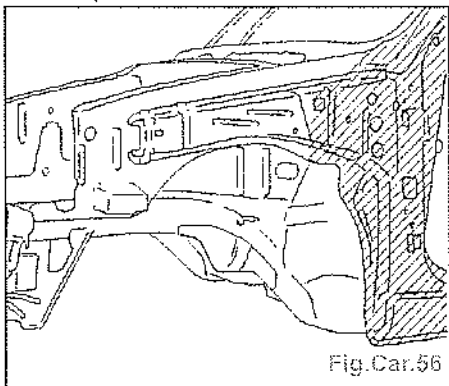

Fig. Car.56
- Pulvériser de la cire fluide (C5) (Fig. Car.56).